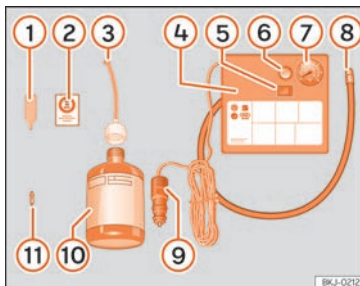

Abb. 32 Prinzipdarstellung: Bestandteile des Pannensets.
Das Pannenset befindet sich im Gepäckraum unter dem Bodenbelag. Es besteht aus folgenden Bestandteilen »» Abb. 32:
- Ventilkappe und Ventileinsatz vom Reifenventil abschrauben. Verwenden Sie den Ventileinsatzdreher »» Abb. 32 1 zum Heraus-schrauben des Ventileinsatzes. Legen Sie den Ventileinsatz auf einem sauberen Untergrund ab.
- Reifendichtungsmittelflasche kräftig schütteln »» Abb. 32 10.
- Schrauben Sie den Einfüllschlauch »» **Abb. 32 ③** auf die Dichtmittelflasche. Die Folie am Verschluss wird automatisch durchstoßen.
- Verschlussstopfen vom Einfüllschlauch »» **Abb. 32 ③** entfernen und das offene Ende ganz auf das Reifenventil stecken.
- Ventileinsatz mit dem Ventileinsatzdreher »» **Abb. 32 ①** wieder in das Reifenventil schrauben.
- Reifenfüllschlauch »» **Abb. 32 ⑧** des Luftkompressors fest auf das Reifenventil schrauben.
- Prüfen, ob die Luftablassschraube »» **Abb. 32 ⑥** zuge dreht ist.
- Stecker »» **Abb. 32 ⑨** in die 12 Volt-Steckdose des Fahrzeugs stecken »» **Seite 144**.
- Luftkompressor mit dem EIN- und AUS-Schalter »» **Abb. 32 ⑤** einschalten.
- Kleben Sie den Aufkleber »» **Abb. 32 ②** im Sichtfeld des Fahrers auf das Kombi-Instrument.
Den Reifenfüllschlauch »» **Abb. 32 ⑧** wieder anschließen und den Reifenfülldruck an der Reifenfülldruckanzeige **⑥** ablesen.